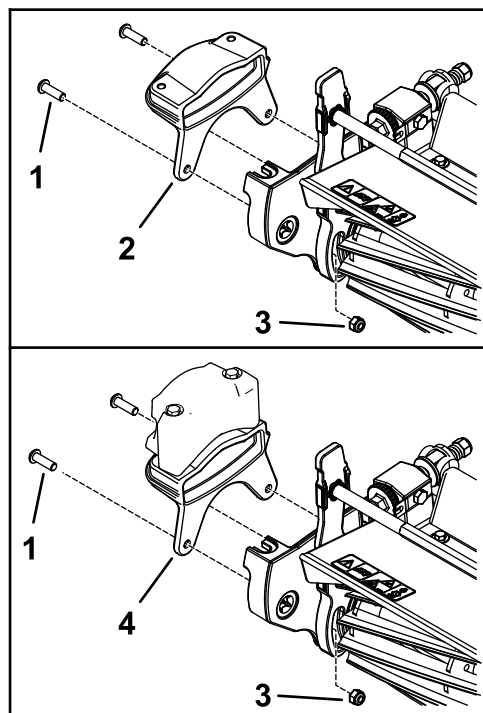

图10
1. 如 图10 所示用 2 个螺栓5/16 英寸和 2 个螺母5/16 英寸将新配重块固定到滚刀组侧面。
4. 将疏草刀驱动箱添加到滚刀轴上图10。